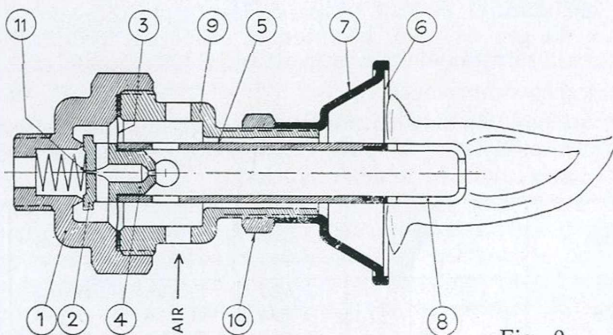

Fig. 9
Fonctionnement (fig. 9)
A froid, le réglage est fait de telle sorte que le clapet (2) repose sur son siège (comme il est représenté sur la fig. 9), l'injecteur (4) n'est alors alimenté que par l'orifice de faible section (11) qui ne permet pas l'ouverture de la valve mais qui donne suffisamment de gaz pour l'allumage de la veilleuse et l'échauffement de la membrane bimétallique (6). Celle-ci, chauffée, se déforme, entraînant le tube mélangeur (5), l'injecteur (4) et le clapet (2) qui, en s'ouvrant, dégage l'alimentation de la veilleuse. Cette alimentation qui augmente permet l'ouverture de la valve.
Le réglage de ces veilleuses est également fait en nos ateliers. Toutefois, s'il doit être modifié, il faut débloquer le contre-écrou (10) (fig. 9) et agir sur le capot en acier (7) par petites fractions de tour. En vissant le le capot, on augmente le temps d'allumage, par contre on diminue l'inertie à l'extinction.